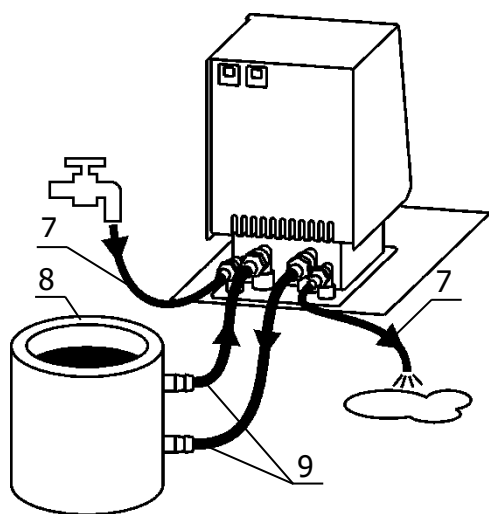

Рисунок 4 — Подключение внешнего потребителя
2.2.7 Для подключения к термостату внешнего потребителя 8 (рисунок 4) использовать соединительные шланги 9. Концы соединительных шлангов надежно закрепить на штуцерах блока регулирования и внешнего потребителя хомутами.
2.2.11 Для работы термостата при температурах теплоносителя, близких к окружающей температуре, может потребоваться дополнительное охлаждение с помощью встроенного теплообменника. В этом случае необходимо подключить термостат к водопроводной сети или специальному холодильному устройству при помощи шлангов 7 (рисунок 4), присоединенных к штуцерам теплообменника. Поток охлаждающей жидкости должен быть равномерным и, по возможности, небольшим. Дополнительное охлаждение не требуется, если температура теплоносителя выше температуры окружающей среды более чем на 20 °С.